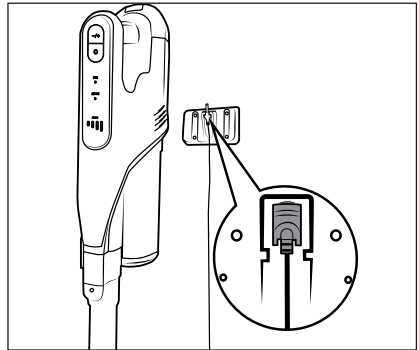

Bild 6
- ◆ Sätt in dammsugaren uppifrån i vägghållaren 18 så att den ihåliga kontakten 11 glider in i laddningsuttaget 3 på dammsugarens undersida. Batteriindikatorn 26 börjar blinka och laddningsprocessen startar (se bild 6 och 7).